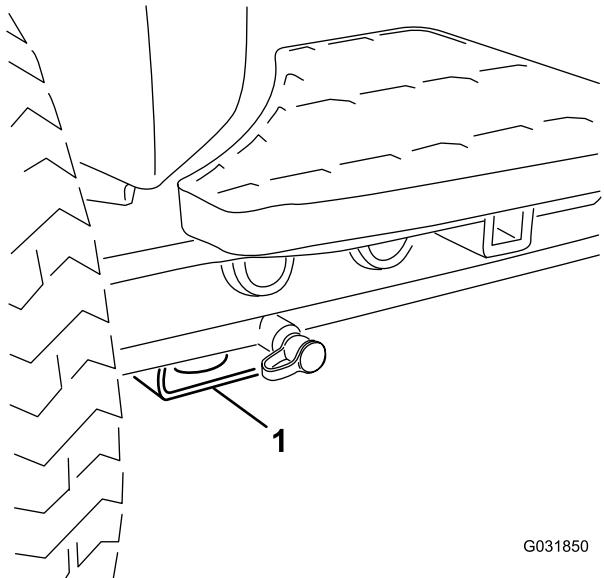

Figura 57
- **Parte delantera de la máquina** – bloque rectangular, debajo del tubo del eje, al interior de cada rueda delantera (Figura 57).